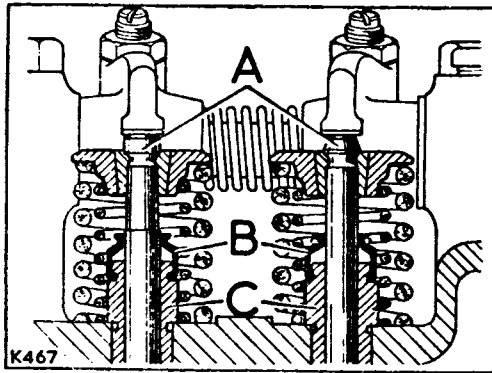

Fig. A4-79.- Posición de las gufas de válvulas y retenes de aceite.
- 2.2.- Retirar los retenes (B) (Fig. A4-79) de aceite de las gufas de válvula (C).
2.2.- Retirar los retenes (B) (Fig. A4-79) de aceite de las gufas de válvula (C).
- 6.1.- Instalar los retenes de aceite en las gufas de las válvulas (Fig. A4-79).